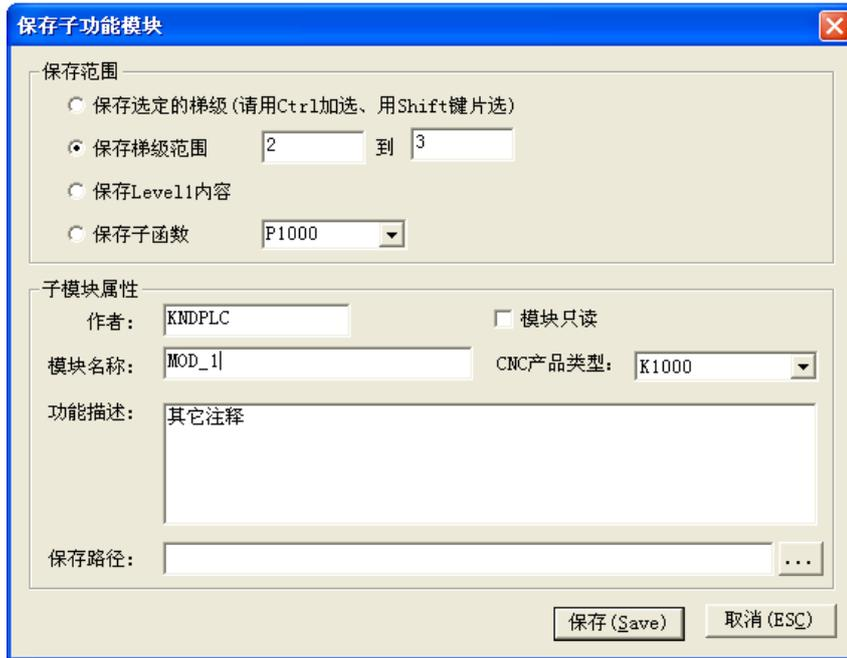
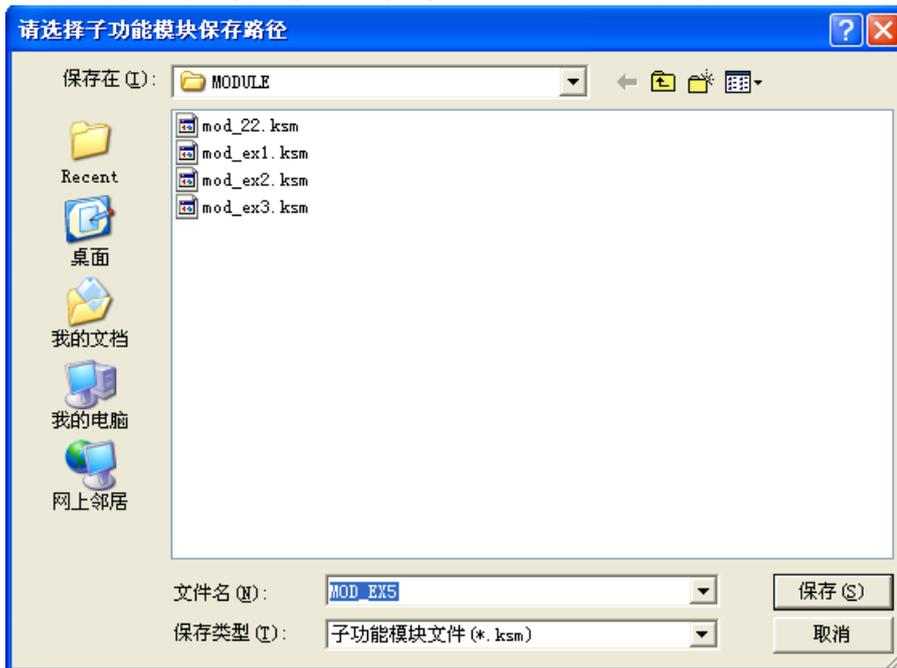

图 4.58 保存功能模块对话框的界面示例
图 4.59 选择功能模块文件保存路径对话框
- ① 双击功能模块管理器的“保存模块”项目；
- ② 单击“工具”菜单的“保存子功能模块”菜单项；
(2) 保存功能模块对话框的界面示例如图 4.58 所示。
在如图 4.58 所示的对话框中，用户可以进行保存范围和属性信息等内容的设置。单击“保存路径”最右侧的按钮可弹出如图 4.59 所示的对话框。
通过如图 4.59 所示的对话框，可以设置模块文件的名称和保存路径。所有设置完成后，单击“保存”按钮，可完成新模块文件的生成和保存操作。